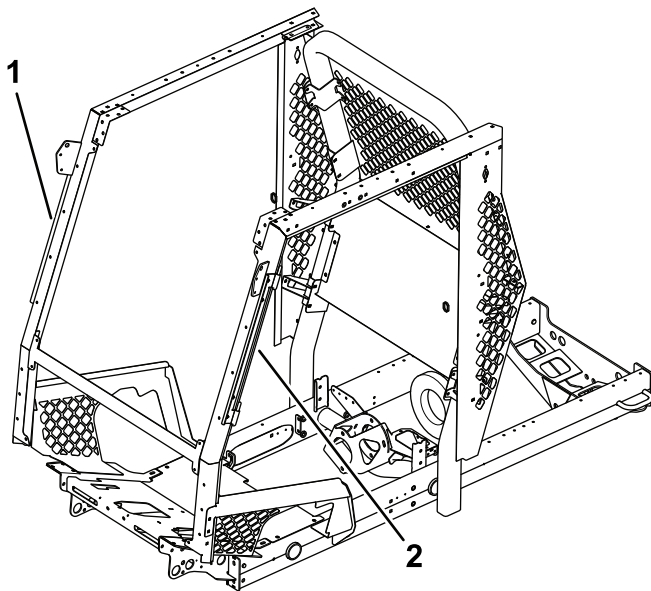

Bild 4
7. Befestigen Sie die linke Türbefestigung und die rechte Türbefestigung mit Halbrundschauben ($\frac{5}{16}$ " x $\frac{3}{4}$ ") und Bundmuttern ($\frac{5}{16}$ ") (Bild 4 und Bild 6).